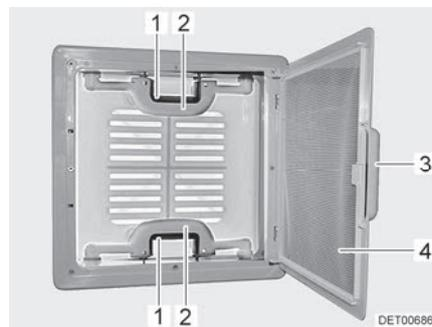

Fig. 29 Claraboya con cierre de resorte
- Tirar del tirador (Fig. 29,3).
- Plegar hacia abajo la protección contra insectos (Fig. 29,4).
- Presionar el cierre de resorte (Fig. 29,1) hacia el lado interior de la claraboya. Presionar simultáneamente hacia arriba la claraboya con el tirador (Fig. 29,2).
- Plegar hacia arriba la protección contra insectos (Fig. 29,4) hasta que engatille.
- Tirar la claraboya enérgicamente hacia abajo por los dos tiradores (Fig. 29,2), hasta que los dos cierres de resorte (Fig. 29,1) hayan engatillado.